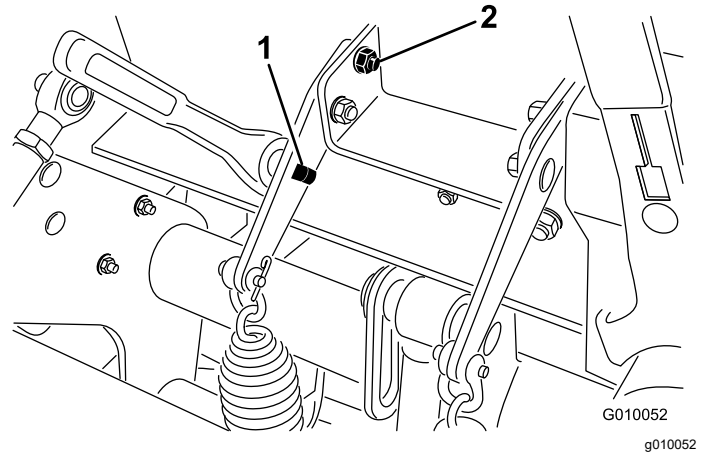

Bild 28
3. Setzen Sie einen 1/2"-Schlüssel oder ein Brecheisen in das rechteckige Loch in der Federplatte ein (Bild 28).